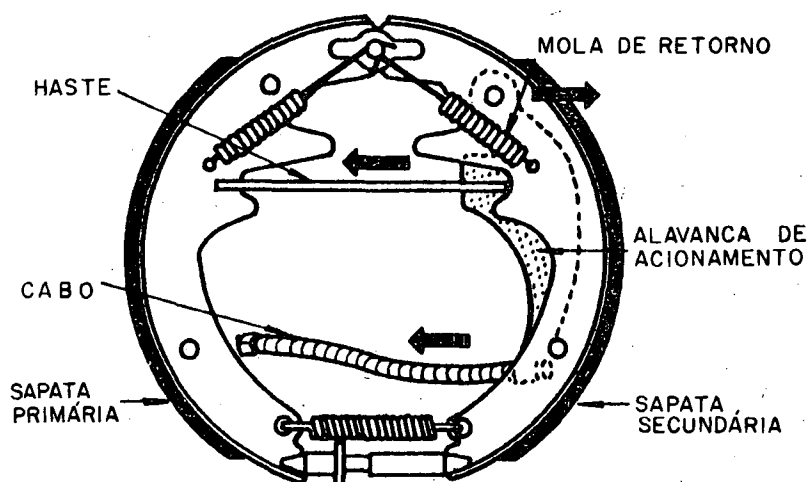

Fig. 2
Ao estacionar o veículo, ou ao aplicar o freio ante uma emergência, o condutor aciona o puxador. O deslocamento deste elemento, move o cabo flexível principal e a alavanca compensadora, exercendo tensão sobre o cabo flexível secundário. O cabo secundário faz com que atue a alavanca de acionamento (fig. 2). Esta move a haste de apoio, o que permite aplicar a sapata primária ao tambor; a reação desta sapata desloca o pivot de aplicação (P), da alavanca de acionamento na sapata secundária, fazendo com que esta também se aplique ao tambor, freiando-o progressivamente.